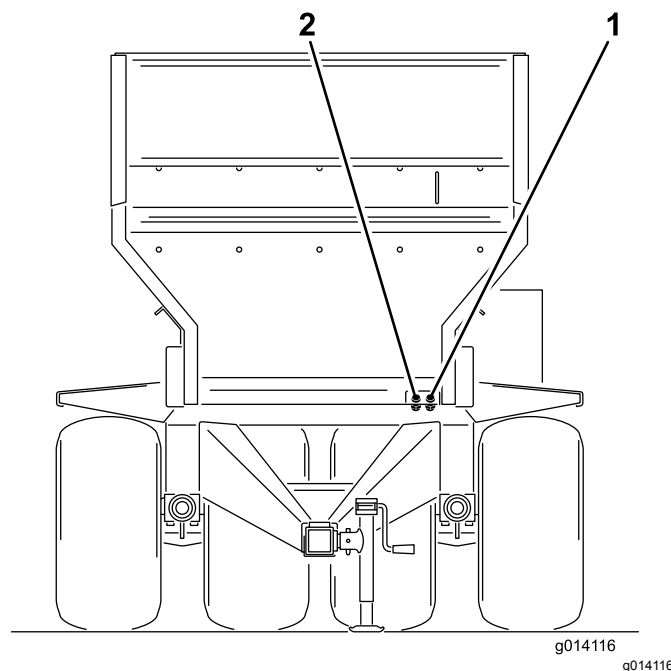

Figura 20
6. Collegate i due flessibili idraulici che provengono dalla macchina al veicolo trainante. Stando davanti alla macchina, collegate il flessibile destro al lato di mandata e il flessibile sinistro al lato di ritorno (Figura 20). Il flessibile di ritorno è dotato di 1 valvola di ritegno in linea a senso unico. La freccia sulla valvola di ritegno dovrà essere rivolta verso il connettore di ritorno del veicolo trainante.